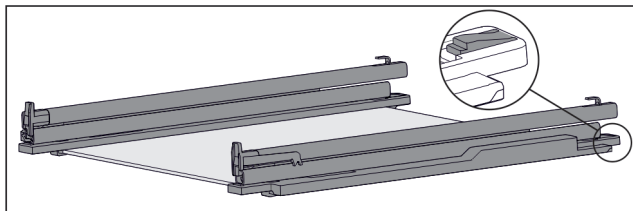

Fig. 125 Placă de sticlă cu șine și piese de fixare
- ▶ Apăsați în jos piesa de fixare din spate (vezi Fig. 125) și, în același timp, împingeți șina înapoi.